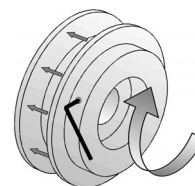

Рис. 12
- Ослабить установочные винты, блокирующие регулирующую часть шкива (Рис. 12);